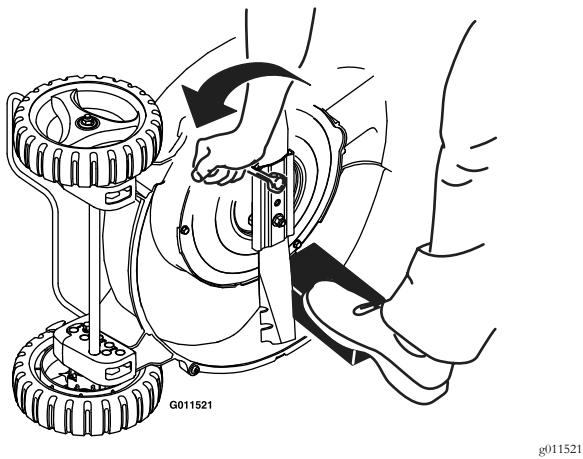

Figura 19
- A. Para retirar la cuchilla, utilice un bloque de madera para inmovilizar la cuchilla (ver Figura 19). Sujete el extremo de la cuchilla usando un paño o un guante grueso.